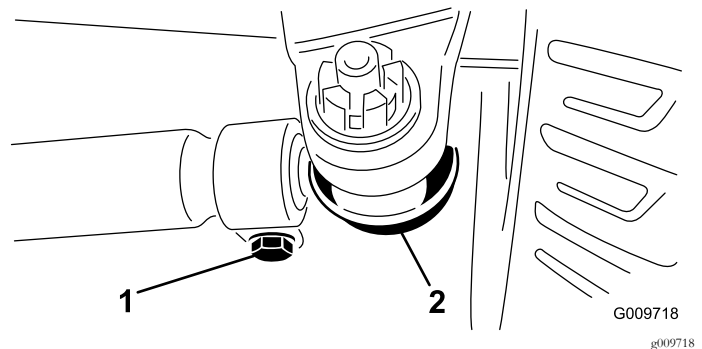

図 60
2. 調整は、両側のタイロッドのボールジョイントからコッターピンとナットを外して行う 図 60。
4. タイロッド両側のクランプをゆるめる 図 60。